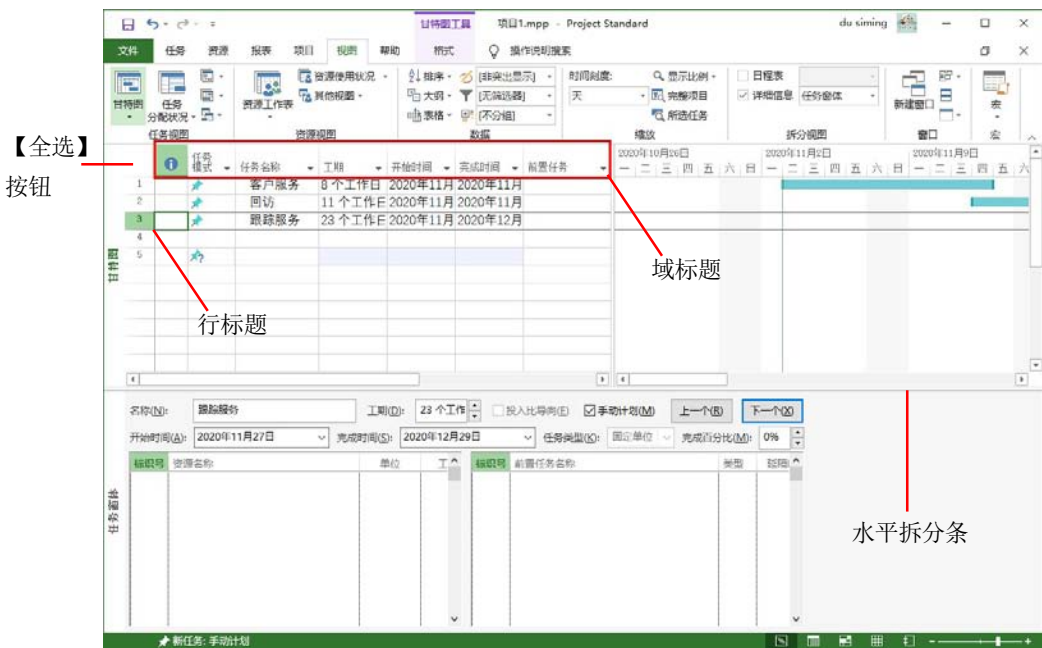

图 1-7 Project 的工作表视图区
工作表视图区主要用于显示项目管理中有关任务的各项信息，包括任务名称、开始时间，完成时间和工期等信息，如图 1-7 所示。
在图 1-7 所示的工作表视图区中，主要区域的功能说明如下。
- ▽ 水平拆分条：在【视图】选项卡的【拆分视图】选项组中选中【详细信息】复选框，将显示图 1-7 所示的水平拆分条，并将工作表视图分为两部分，拖动水平拆分条，可以调整视图的拆分比例。当拆分任务视图时，将在工作界面底部显示【任务窗体】视图，而拆分资源视图时，将在底部显示【资源窗体】视图。